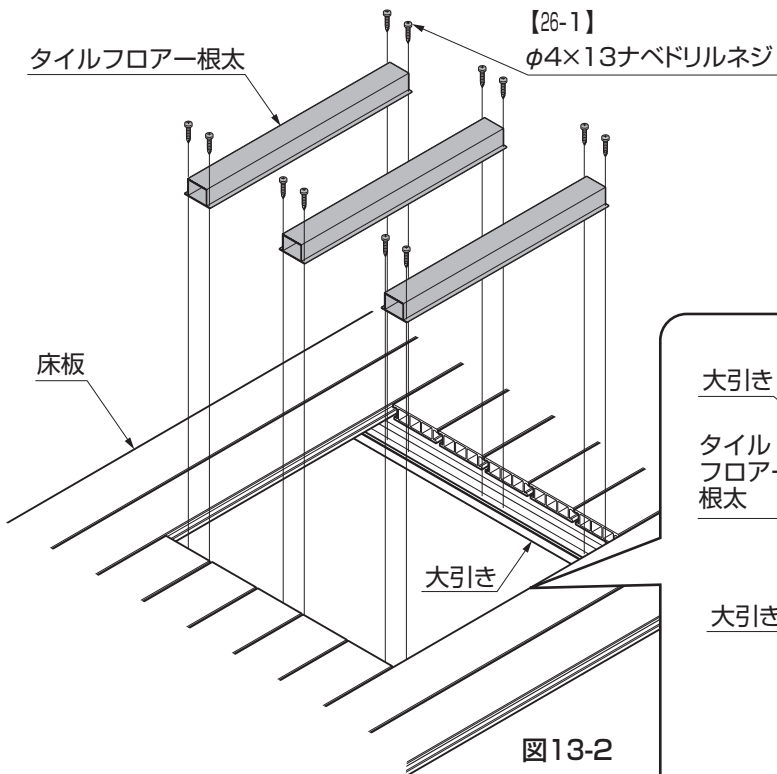

図13-2
- ①タイルフローア-根太を大引きに、400mmピッチで3つ【26-1】で取付けてください。(図13-2参照)